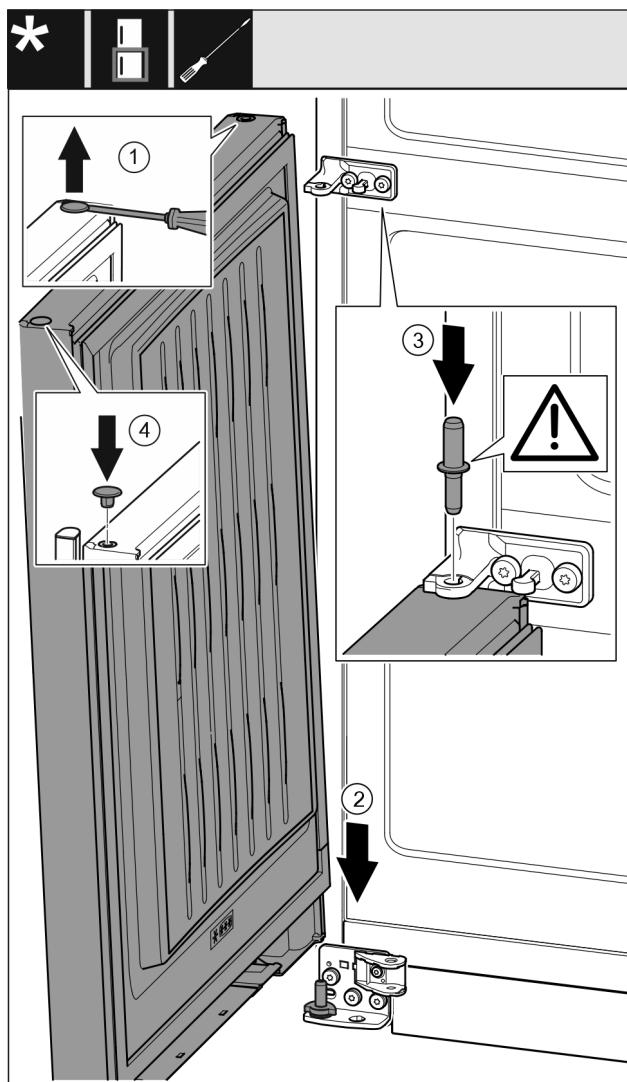

Fig. 41
- Ανασηκώστε προσεκτικά και τραβήξτε έξω την τάπα με ένα ίσιο κατσαβίδι. Fig. 41 (1)
- Τοποθετήστε την πόρτα από επάνω στον κάτω πείρο. Fig. 41 (2)
- Τοποθετήστε τον μεσαίο πείρο μέσα από το μεσαίο στήριγμα στην κάτω πόρτα. Βεβαιωθείτε ότι το έκκεντρο ασφάλισης είναι στραμμένο προς τα πίσω. Fig. 41 (3)
- Τοποθετήστε ξανά την τάπα στην άλλη πλευρά της πόρτας. Fig. 41 (4)